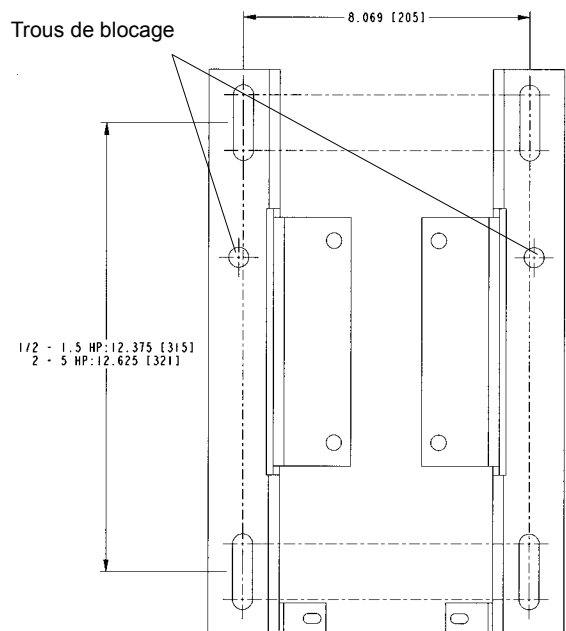

Figure 7 - Trous de montage pour MGH
2. Identifier les quatre trous de montage, voir Figure 7 .